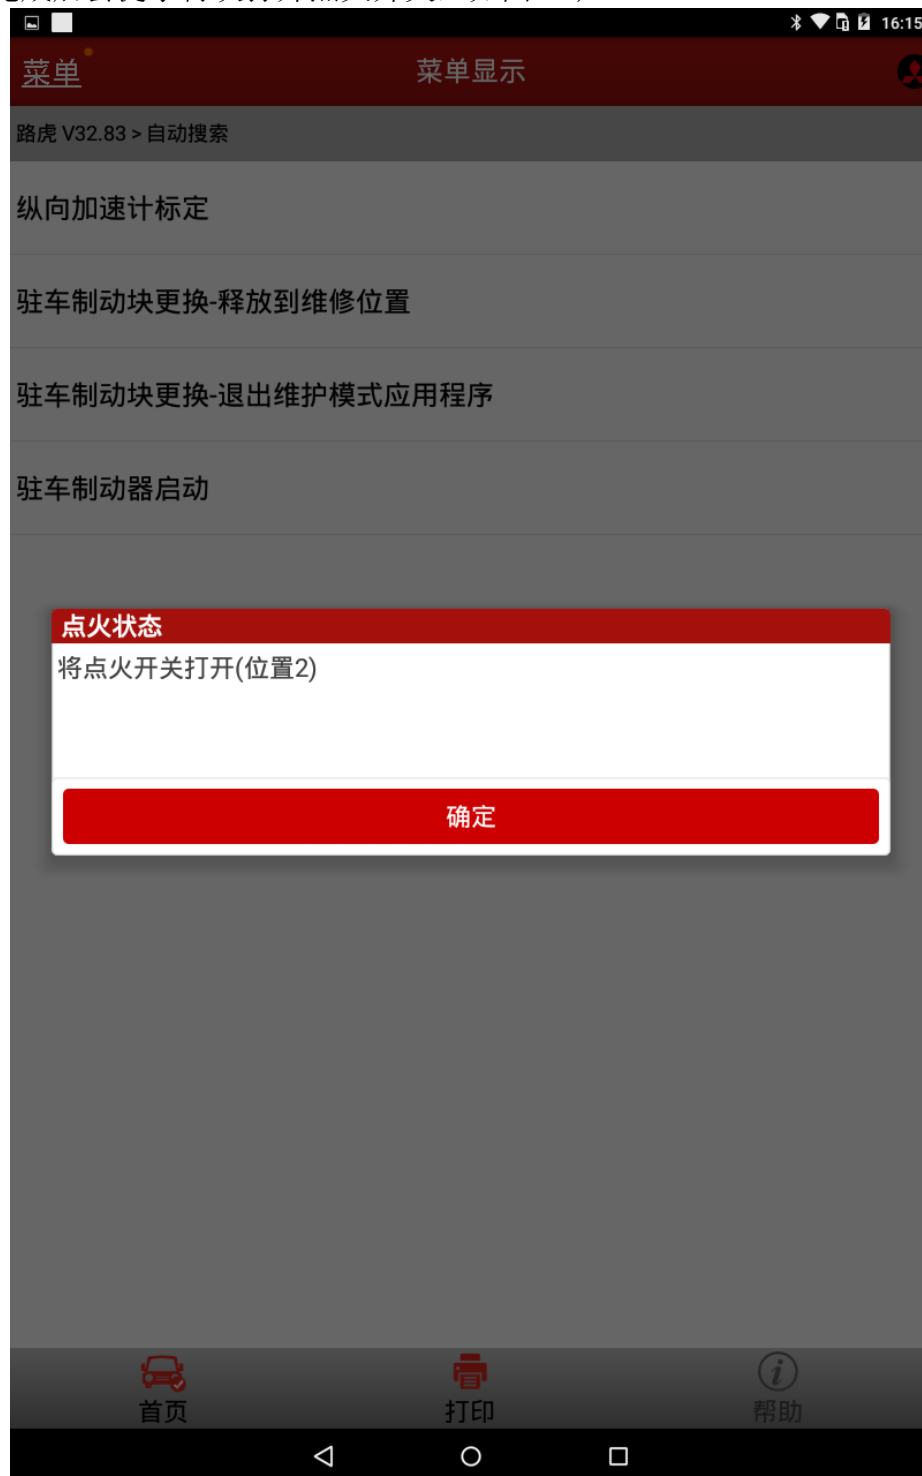

图 13
H). 按照提示关闭点火开关并按确定按钮，接下来会弹出请等待，耐心等待 5-8 秒时间即可，完成后会提示再次打开点火开关，如图 13;